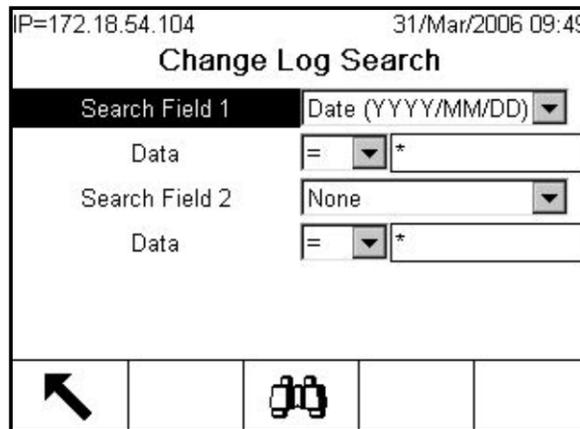

Figure C-30: Écran Change Log Search
2. Appuyez sur la touche programmable AFFICHER TABLEAU . L'écran Change Log Search (Figure C-30) s'affiche.